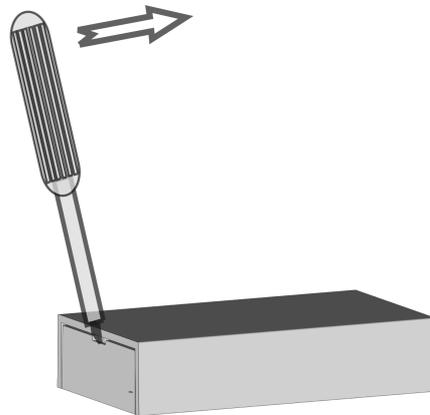

Imagen 1: Abrir la caja
- Abrir la caja mediante desplazamiento. Para ello, insertar un destornillador de punta plana en la entalladura de abertura (Imagen 1) y hacer palanca, para soltar así dos lengüetas de encaje.